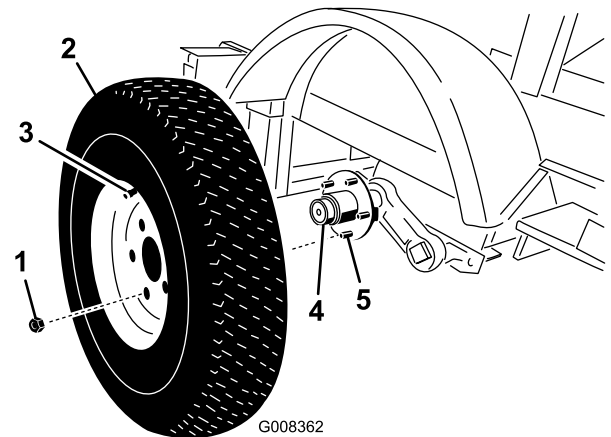

Figure 1
2. Montez les roues sur le moyeu en dirigeant la valve vers l'extérieur pour permettre l'accès (Figure 1).